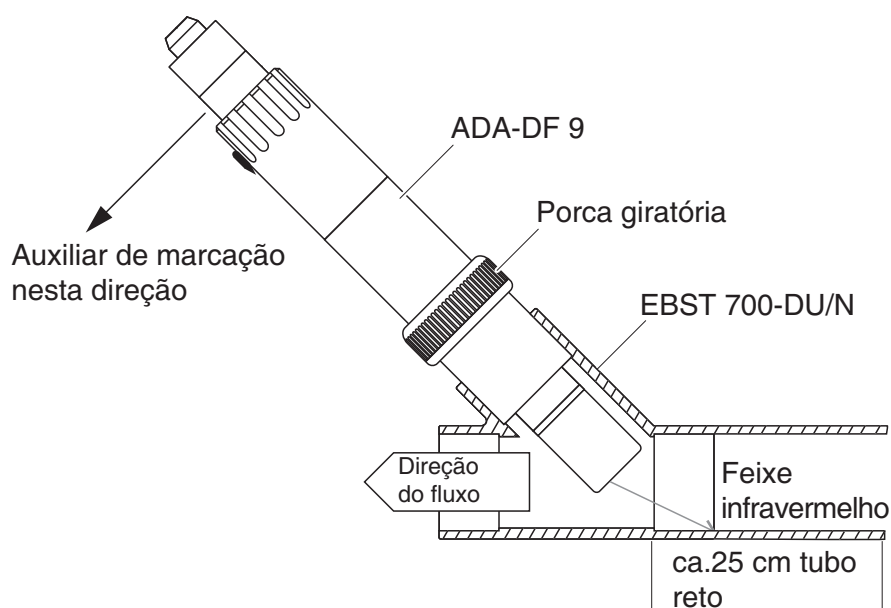

Fig. 3-5 Sensor de sólidos suspensos totais na tubagem com adaptador de fluxo continuado EBST 700-DU/N
Fig. 3-5 mostra a instalação do adaptador de fluxo continuado EBST 700-DU/N para instalação num tubo (DN 50). O feixe infravermelho aponta na direção oposta à direção do fluxo. A marcação no sensor aponta na direção da tubagem (ver Fig. 3-5).
- 3 Instalar o sensor no adaptador de fluxo continuado com a ajuda do adaptador ADA-DF 9 (ver manual de instruções do adaptador). Para garantir a posição correta, desapertar um pouco o anel de acoplamento no EBST 700-DU/N e alinhar a marcação auxiliar como se mostra em Fig. 3-5. Depois, apertar o anel de acoplamento.